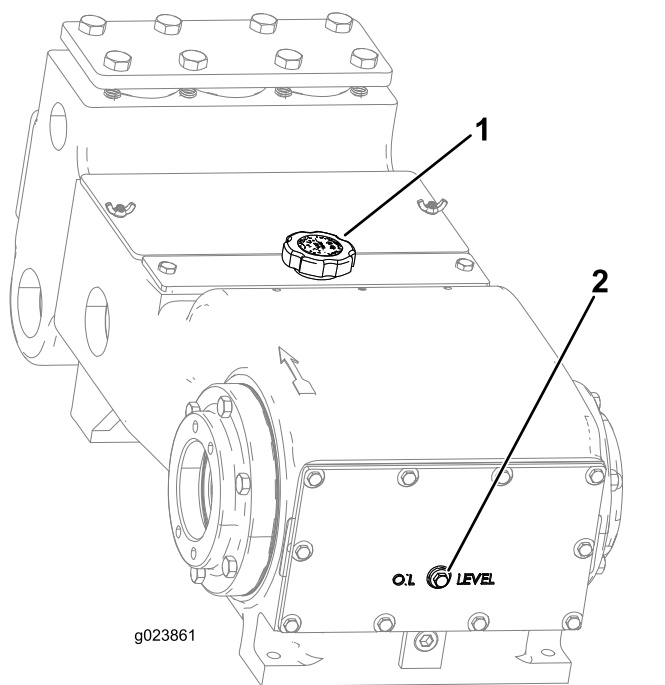
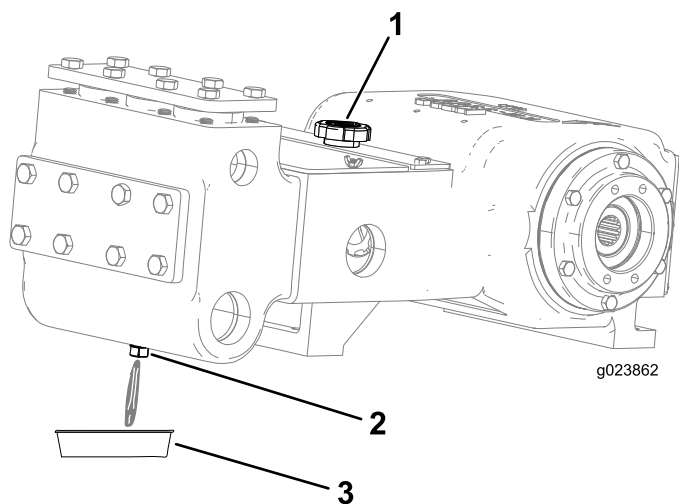

Figura 124
Figura 125
2. Remova o bujão de nível de óleo no cárter (Figura 124).
3. O óleo deve estar na linha do bujão de nível como mostra a Figura 124.
4. Remova o bujão de drenagem e posicione uma bandeja de drenagem sob o orifício de drenagem (Figura 125).
6. Permita a drenagem de todo o óleo pelo orifício de drenagem para a bandeja de óleo (Figura 125).
8. Remova a tampa do bocal de enchimento (Figura 125) e adicione aproximadamente 1,8 L de óleo, ou até o óleo atingir o nível do bujão de nível, como mostrado na Figura 124.